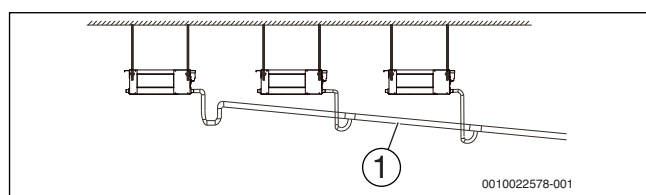
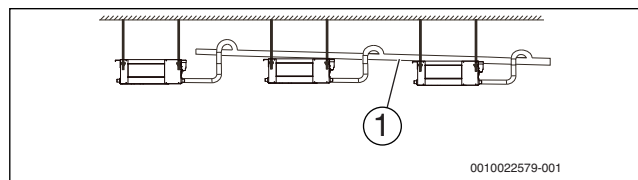

Рис. 16 Монтаж сливного трубопровода без водяного насоса
Рис. 17 Монтаж сливного трубопровода с водяным насосом
7. Установите дренажные трубы, как показано на рис. 16 (без водяного насоса) и рис. 17 (с водяным насосом). Выходное отверстие дренажного трубопровода не должно находиться выше, чем высота сброса воды; наклон трубы должен составлять не менее 1/100.